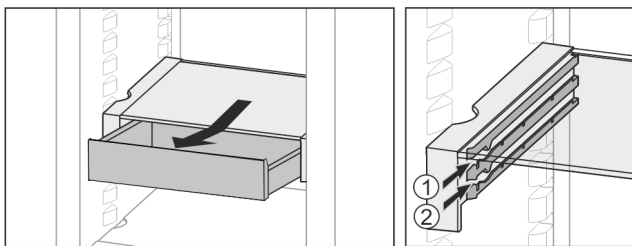

Fig. 21
- ▶ L'insérer à n'importe quelle hauteur Fig. 21 (1) ou Fig. 21 (2).